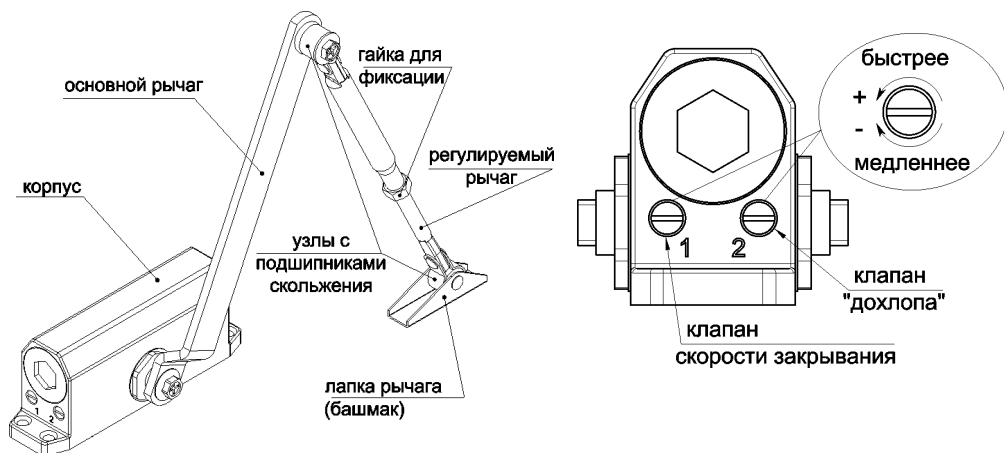
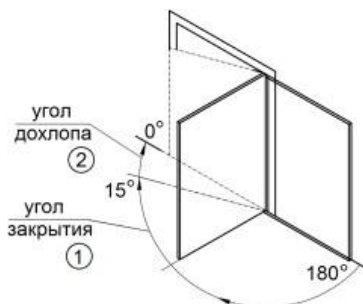

Рисунок 1 – Внешний вид и элементы конструкции
Рисунок 3 – Регулируемые зоны закрытия двери
- Схему, по которой дверь будет закрываться в двух зонах (см. рисунок 3), можно регулировать клапанами 1 и 2 (см. рисунок 1) при помощи отвёртки. Скорость и усилия во второй зоне должны быть немного большими для того, чтобы дверь захлопнулась. Подобную регулировку можно осуществить также взаимным расположением рычагов рычажной системы относительно дверного полотна (см. рисунок 4).